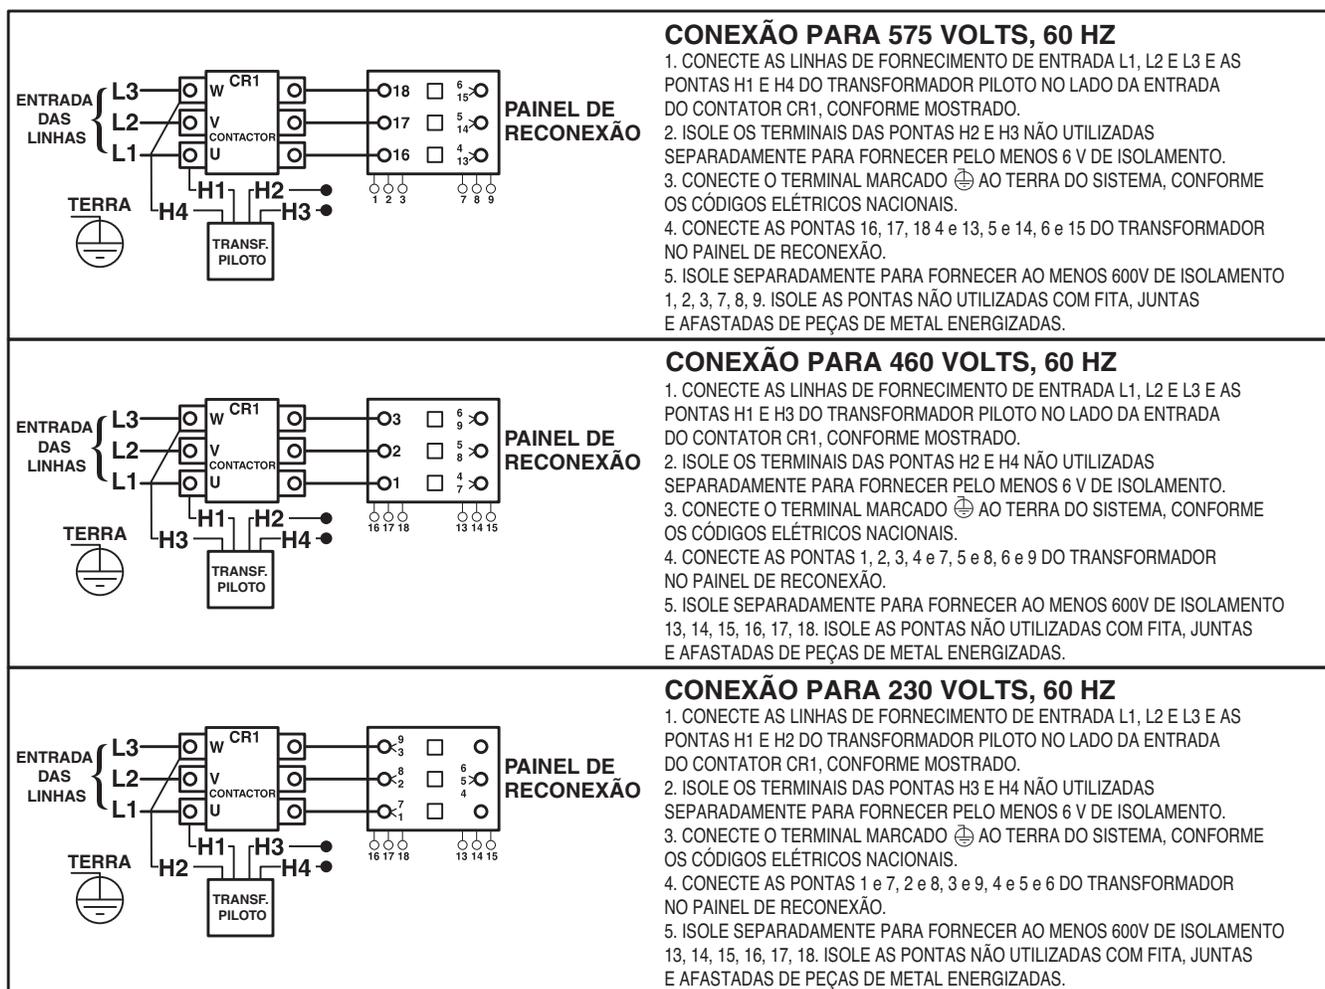

FIGURA A.8-Posições da placa do painel de reconexão para máquinas de 230/460/575 VCA
5. Para 230/460/575, ver Figura A.8. (M15666)